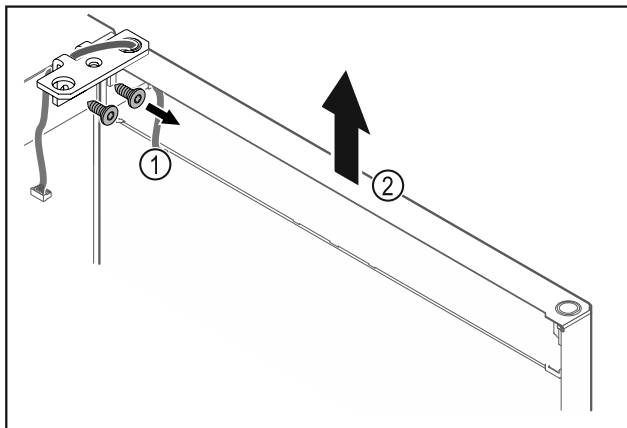

Fig. 17
- ▶ Odšroubujte úhelník závěsu Fig. 17 (1).
- ▶ Zvedněte dvířka včetně úhelníku závěsu Fig. 17 (2) přibližně 200 mm rovně směrem nahoru a vyjměte je.